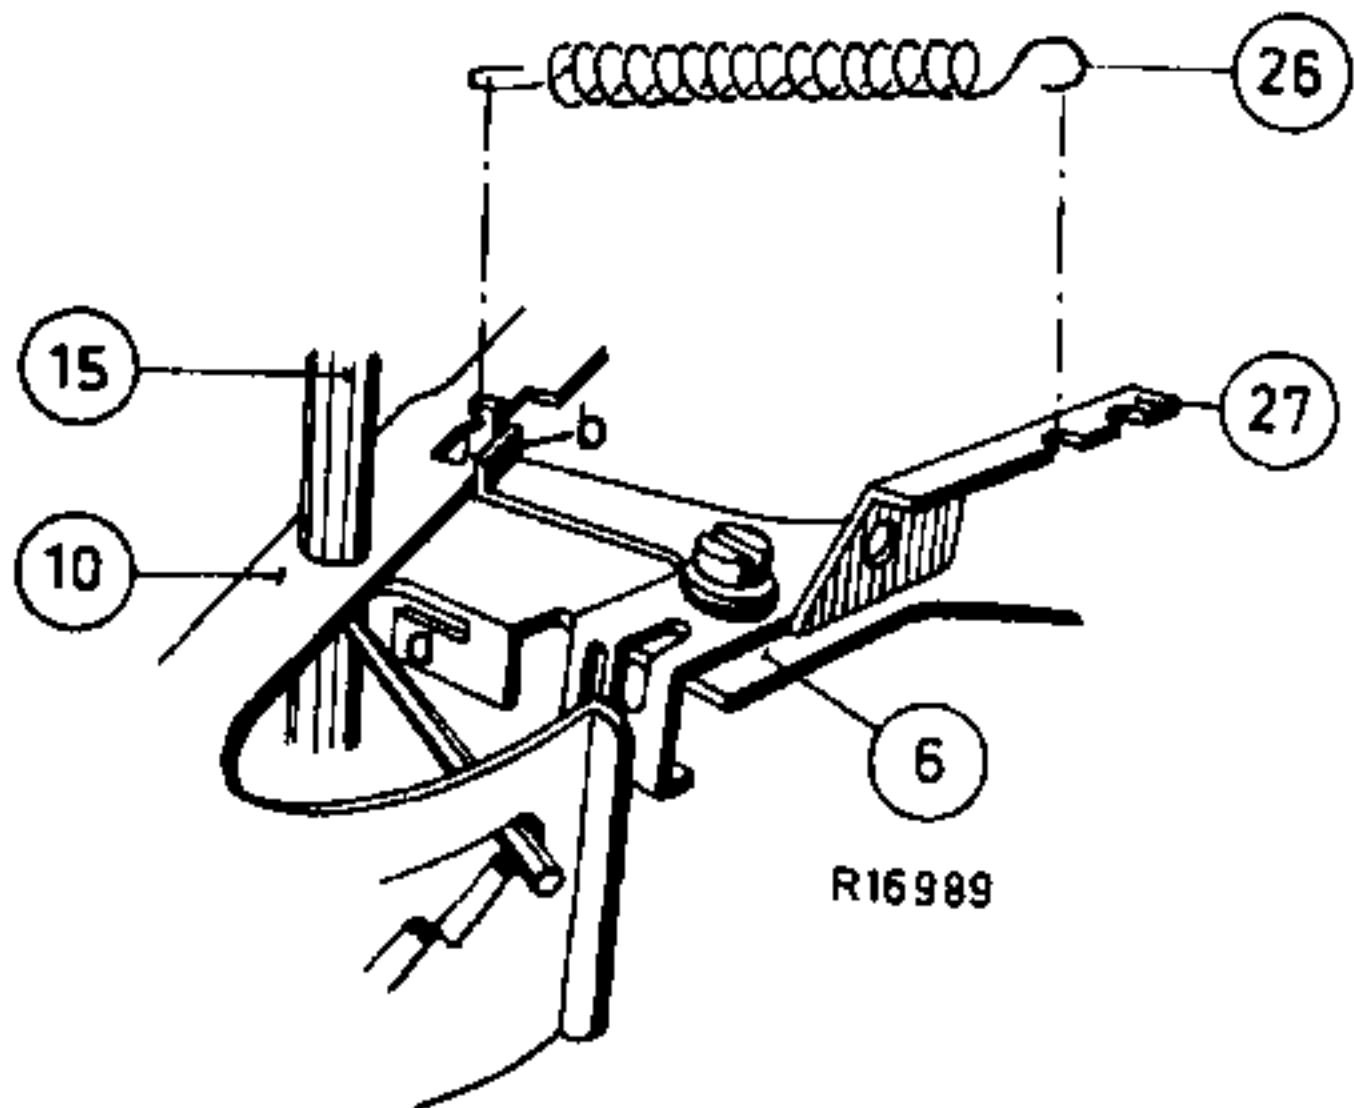
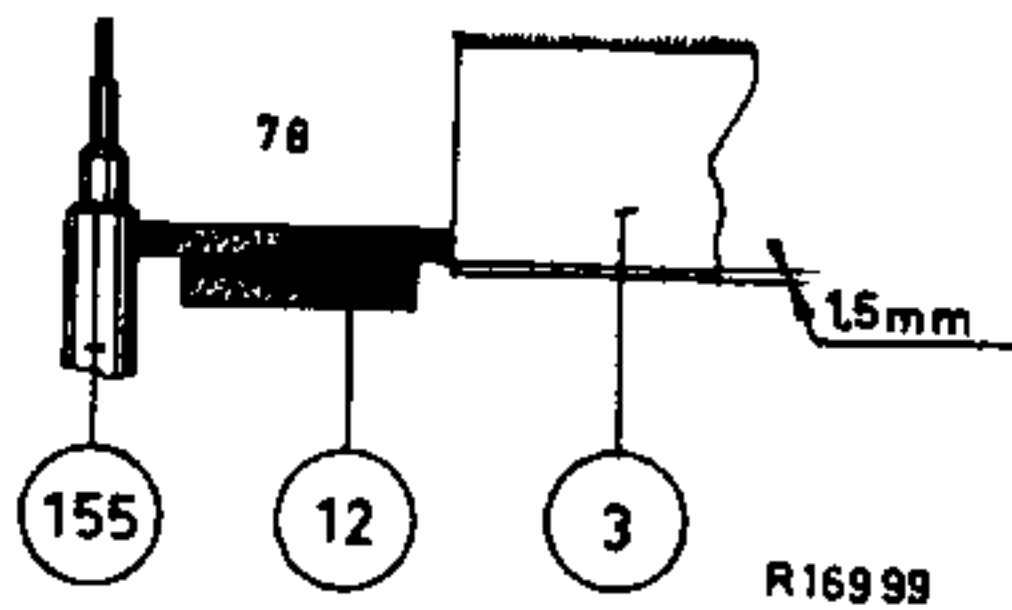
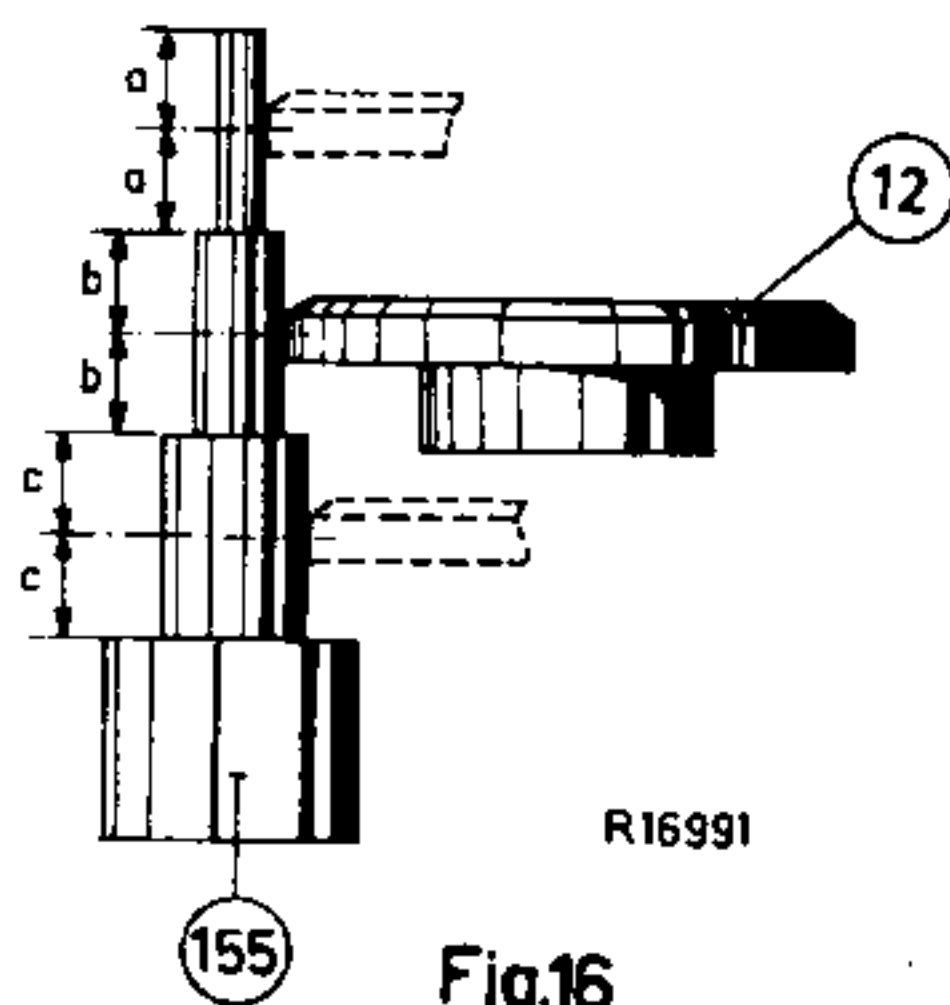

Fig.12
Fig.14
Fig.16
De veerkracht van de veer 26, waarmee het tussenwiel 12 tegen de motorpoelie 155 aangedrukt wordt in de stand 78 omw/min. moet tussen 90 en 110 gr. liggen. (fig. 12) In de stand 78 omw/min. moet de onderkant van het loopvlak van het tussenwiel 12 tenminste 1,5 mm boven de onderkant van de draaitafel 3 lopen. Dit om te voorkomen, dat het tussenwiel 12 bij omschakeling op een andere snelheid niet onder de draaitafel komen kan. (fig. 14). Tijdens het afspelen op een andere snelheid, moet het tussenwiel 12 op het midden van de corresponderende poelietrap lopen. Zou het tussenwiel te dicht bij de overgang van de ene poelietrap op de andere lopen, dan kan n.l. jengel ontstaan. (fig. 16). De as van het tussenwiel mag in de stand 162/3 omw/min. de montageplaat pos 1 niet raken.
Als de snelheidshandle in de "0"-positie staat, dan moet de schakelas 15 tegen de achterkant van het slobgat in de motorplaat worden gedrukt. Dit wordt ingesteld, door de lip a in de gewenste richting te verbuigen. (zie fig. 12).